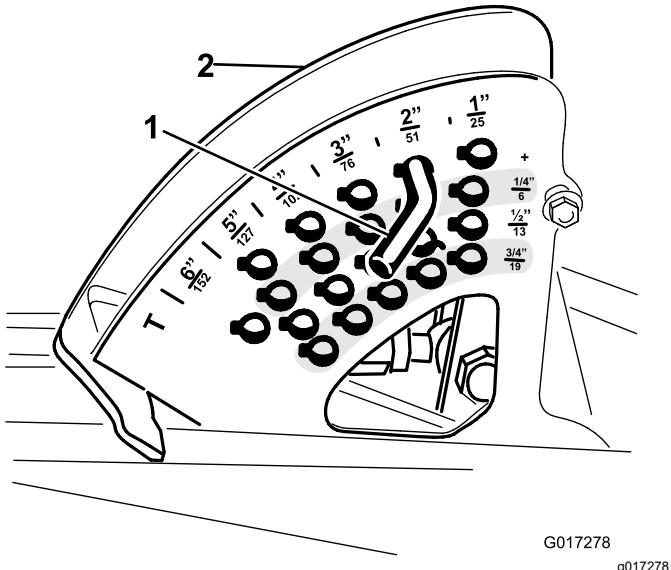

Figura 5
- C. Anote localização do pino HOC (altura de corte) no suporte HOC para efeitos de montagem (Figura 5). Retire o pino do HOC do suporte HOC.
- 6. Instale o pino HOC ao suporte HOC na altura de corte desejada (Figura 5).